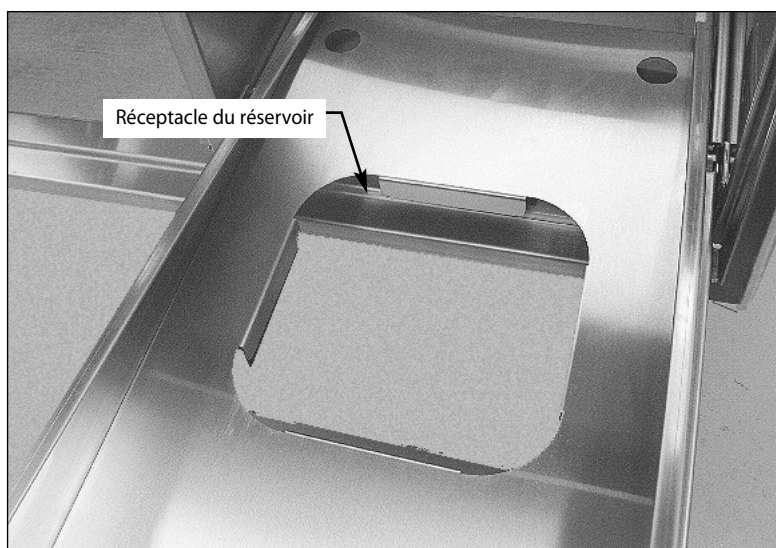

Fig. 14
6. Votre réservoir de propane sera installé dans le renforcement situé dans le bas du compartiment droit (Fig. 14).